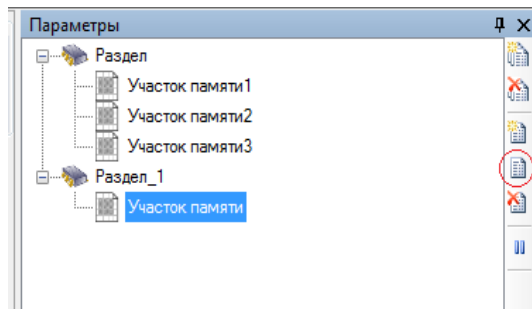

Рисунок 2.42
1) выделить участок в дереве разделов панели **Параметры** и нажать кнопку  (рисунок 2.42), либо двойным кликом по участку в дереве разделов;